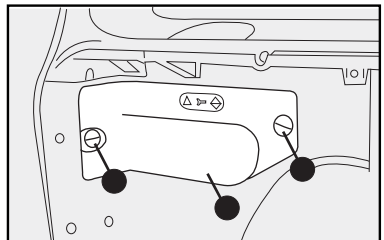

fig. 22
16) Para Palio Weekend, recoloque la tapa **B-fig. 22** apretando los tornillos.